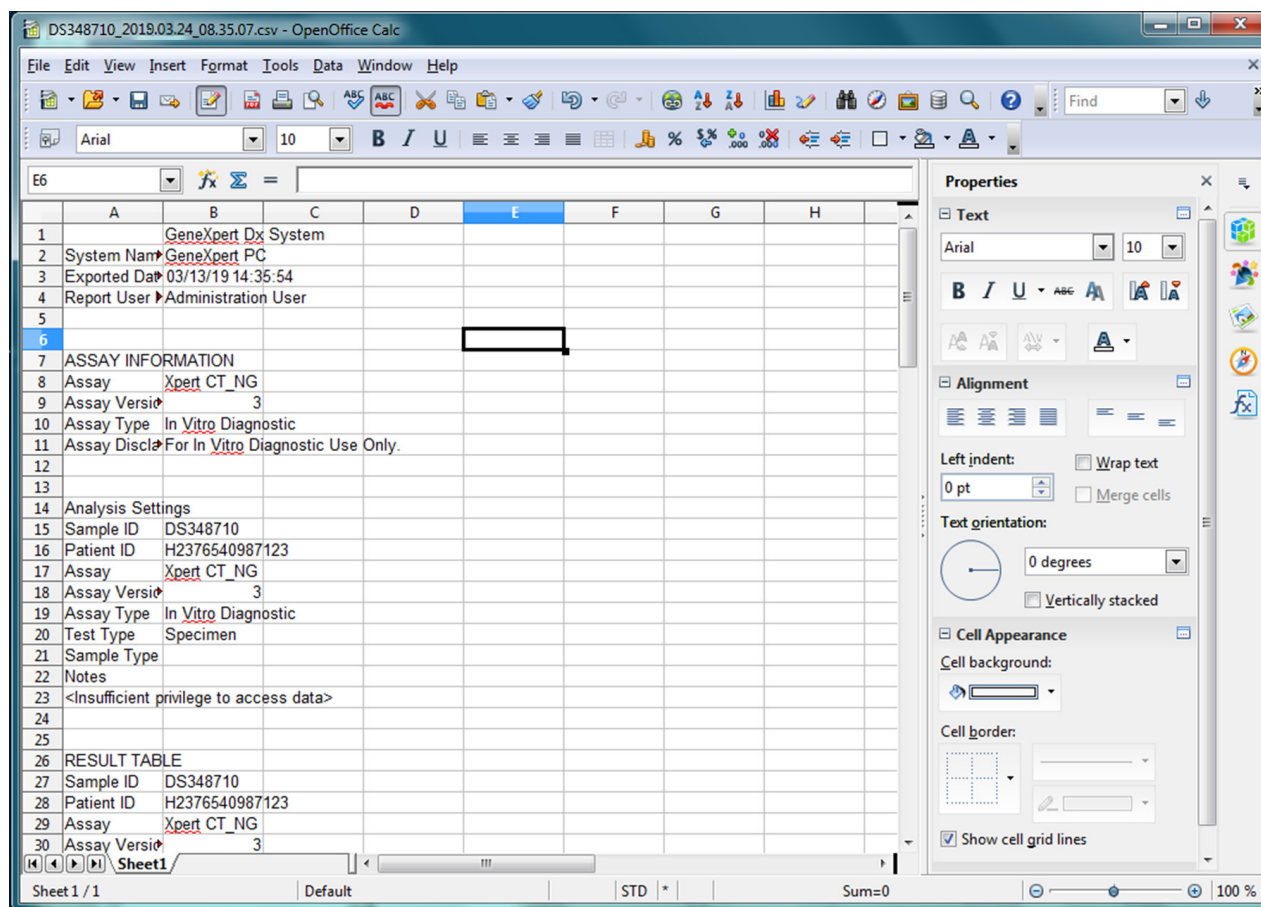

Figura 5-68. Ejemplo de resultados de la prueba exportados
8. Haga clic en la casilla de verificación situada a la izquierda de **Default value (Valor predeterminado)** y, a continuación, haga clic en **OK (Aceptar)** para cerrar el cuadro de diálogo. Los anchos de las columnas se ajustarán y el archivo quedará formateado, como se muestra en la figura 5-68. Haga clic en cualquier sitio de las columnas vacías para anular la selección de las celdas azules y hacer que las celdas se muestren en color blanco de nuevo.